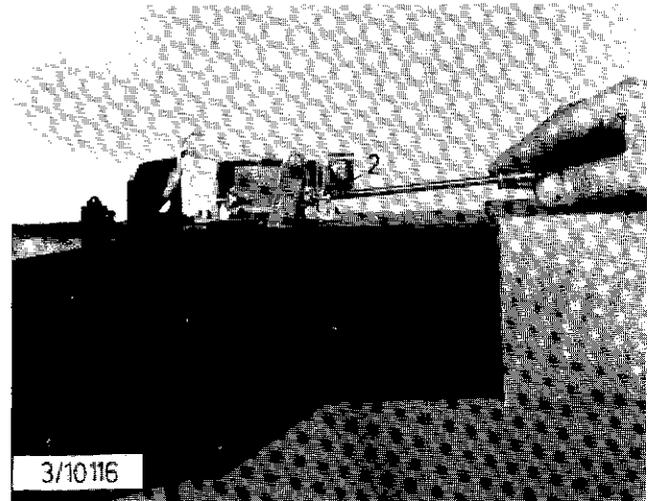

Bild 19
Heizlufteintritt ca. 1/3 verdämmen, Einstellschrauben am Regelschalter ganz zurückdrehen, Regelschalter auf Stellung groß (Bild 19) Heizgerät einschalten, Ausströmtemperatur beobachten: Bei 130°C Einstellschraube (2) soweit hineinschrauben (Bild 19), bis die Prüflampe an der Brennstoffpumpe ausgeht.